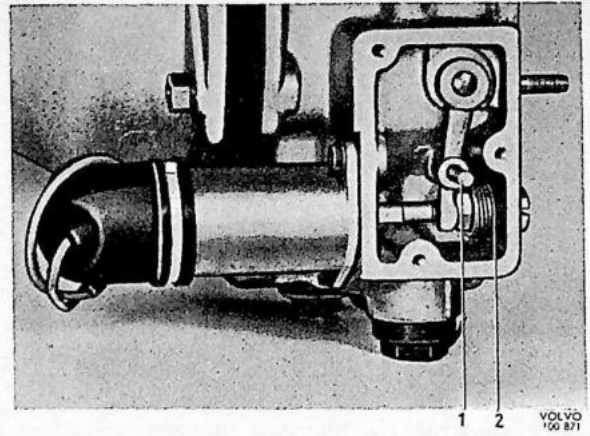
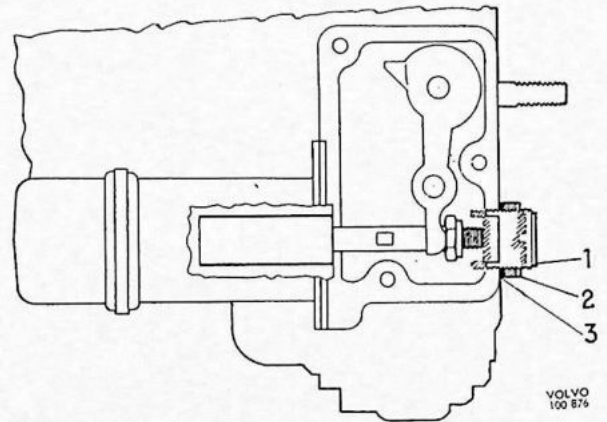

Fig. 4-72. Het afstellen van de bedieningsklep
Fig. 4-73. Het afstellen van de afstelbare stop
9. Monteer de andere delen in omgekeerde volgorde van demontage. Draai de stop zo ver in dat het anker van de magnetische schakelaar op de bodem aanslaat. Controleer dan of er een pen van 4,75 mm (3/16") diameter door het gat in het liever in het huis gestoken kan worden zie Fig. 4-72. Stel zonodig bij. Draai, na het afstellen, de stop 2½ slag uit, zie Fig. 4-73, en borg hem met de kontramoor en borgdraad.